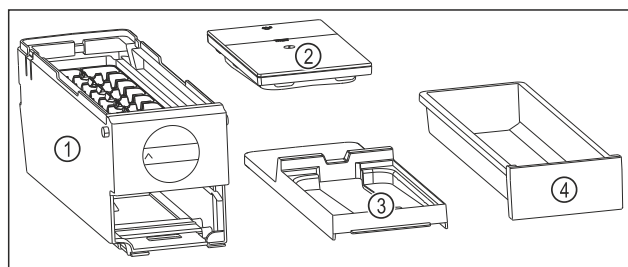

Fig. 108 Súčasti EasyTwist-Ice
- ▶ EasyTwist-Ice je rozložený na štyri časti. (pozri Fig. 108)
▶ Rozložte EasyTwist-Ice len na tie súčasti, ktoré sú na obrázku. (pozri Fig. 108)
▶ Korpus EasyTwist-Ice Fig. 108 (1) vyčistíte ako celok.